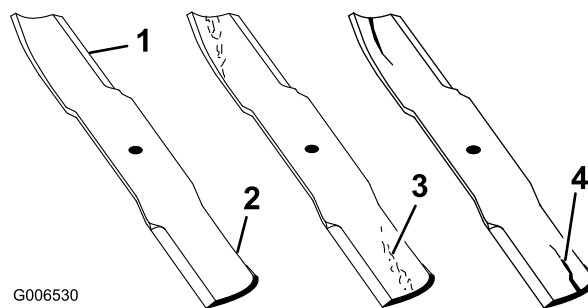

Figure 93
1. Examinez le tranchant des lames (Figure 93). Si les lames coupent mal ou présentent des indentations, déposez-les et aiguiser-les; voir Aiguisage des lames.
2. Inspectez les lames, surtout la partie relevée (Figure 93). Remplacez immédiatement toute lame endommagée, usée ou qui présente une entaille (Figure 93).